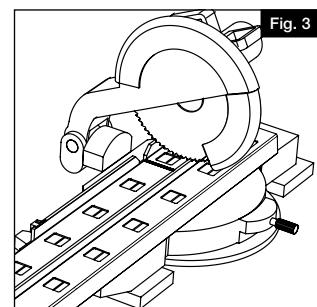

Fig. 3
- c. Aligner la main courante sur la lissoir, et couper les deux traverses à l'aide d'une boîte à onglets ou d'une scie à métaux (voir les spécifications du fabricant concernant la lame de scie pour déterminer la bonne lame à utiliser) (Fig. 3).